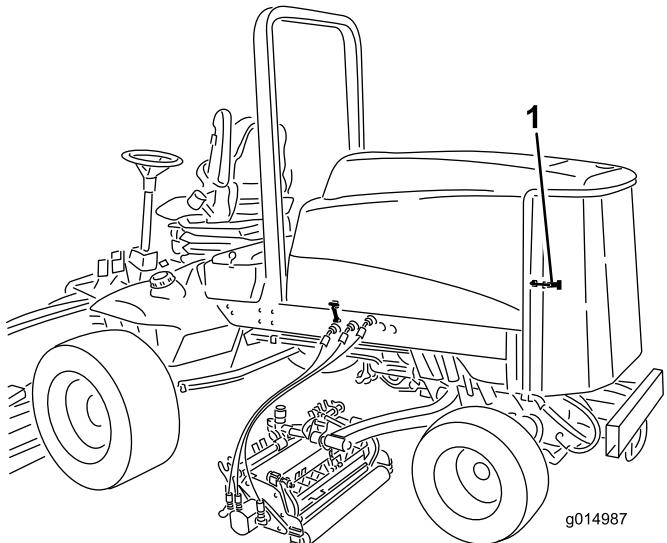

図 97
1. 後部スクリーンのラッチを外してスクリーンを開く図 97。